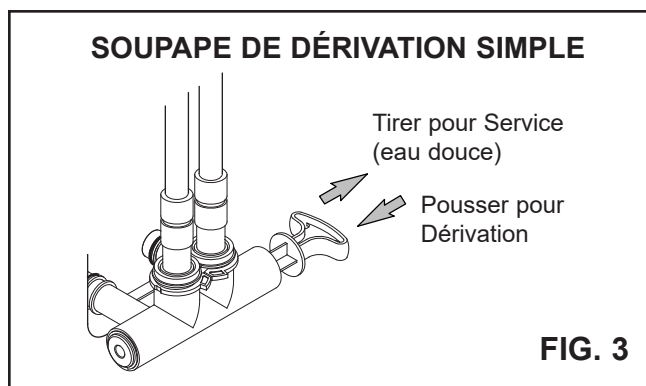

FIG. 3
- b. Mettez le ou les robinets de dérivation en position de **dérivation** (cf. Figures 3, 5a et 5b).